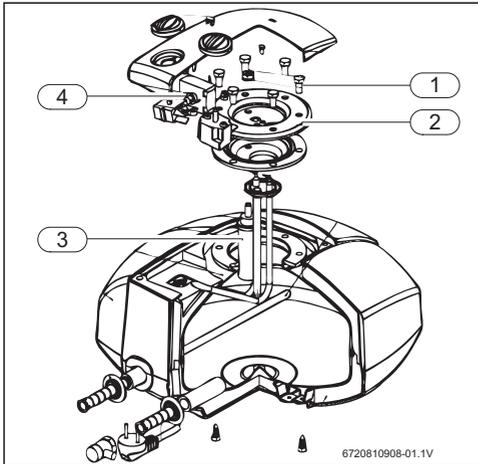

Fig. 14 Acceso a la zona interior e identificación de las partes
- ▶ Extraiga la tapa del acumulador de agua caliente (fig. 14).
- ▶ Aflojar la tuerca de fijación de la brida (fig. 14, [1]).
- ▶ Retirar la brida (fig. 14, [2]).
- ▶ Comprobar el ánodo de magnesio (fig. 14, [3]) y, dado el caso, sustitúyalo.
- ▶ Pulsar completamente el botón contra perturbaciones (fig. 14, [4]).